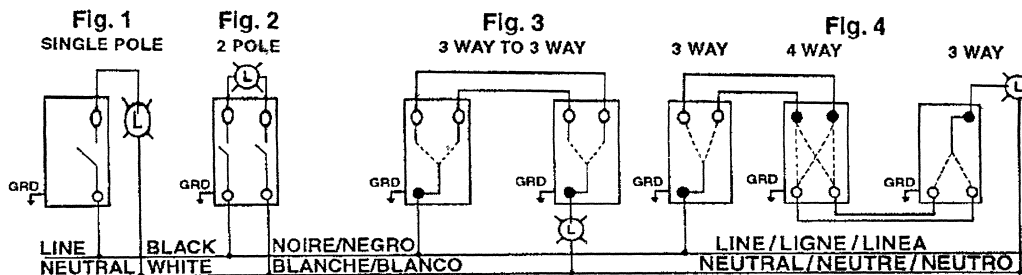

FIG. 5
7. To operate: Push and Turn Key (Fig. 5)
7. Pour manœuvrer: Enforcer et tourner la cle (Fig.5).
7. Para maniobrar: Empujar y girar la llave (Fig.5).